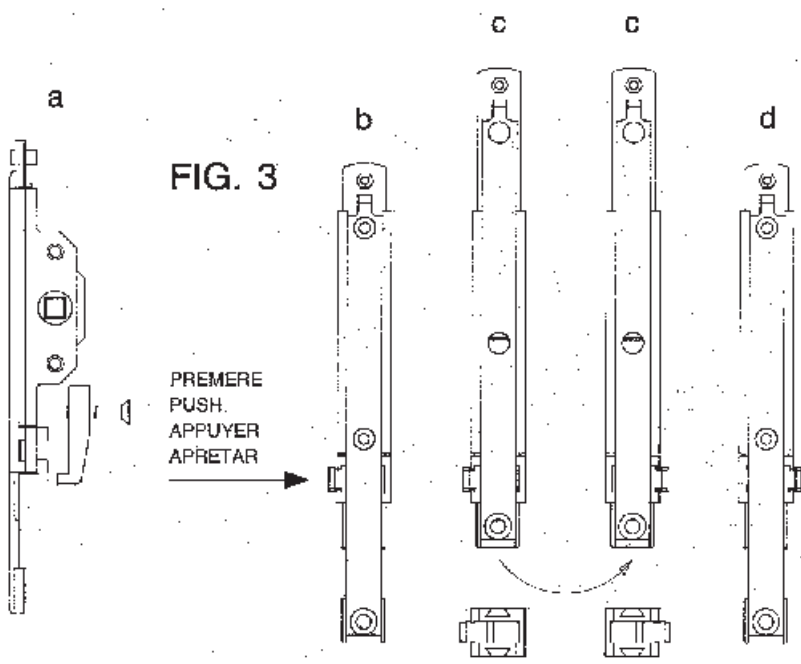

FIG. 3
- 4) Il meccanismo M180 viene fornito montato per aperture destre. È possibile effettuare la reversibilità della mano nel seguente modo: (vedi fig. 3). a) Togliere il supporto falsa manovra svitando la vite autofilettante che lo sostiene. b) Premere lo slittino falsa manovra e far scorrere la parte superiore della movimentazione M180 per tutta la sua corsa. c) Agire sopra il gruppo falsa manovra sfilandolo dall'incastro a coda di rondine, ruotarlo di 180°, quindi reinserirlo nella movimentazione accertandosi di collegarlo al corpo tramite l'incastro. d) Riportare nella posizione iniziale la parte superiore della movimentazione tenendo premuto lo slittino falsa manovra. e) Reinserire il supporto falsa manovra utilizzando la vite che lo sosteneva.
- 4) The M180 mechanism is supplied ready-mounted for right-hand opening. To reverse the direction of opening: (see fig. 3). a) Remove the false manoeuvre support by unscrewing the self-threading screw which holds it in position. b) Press the false manoeuvre catch, and run the upper section of the M180 mechanism the entire length of its travel. c) Force the false manoeuvre unit out of the dovetail, turn it through 180°, then insert it in the mechanism again, making sure that it fixed to the main body by the dovetail. d) Return the upper section of the mechanism to its original position by holding down the false manoeuvre catch. e) Replace the false manoeuvre support using the screw which held it originally.
- 4) Le mécanisme M180 est fourni pour des ouvertures à droite. On peut inverser le sens d'ouverture en effectuant les opérations suivantes: (voir fig. 3): a) Retirer le support de fausse manoeuvre en dévissant la vis-taraudeuse qui le supporte. b) Appuyer sur la dent de fausse manoeuvre et faire coulisser la partie haute du mécanisme M180 jusqu'en fin de course. c) Appuyer sur le groupe de fausse manoeuvre et l'extraire de l'assemblage en queue d'aronde, le tourner de 180° puis l'introduire à nouveau dans le mécanisme et vérifier, s'il est bien fixé au corps au moyen de l'assemblage correspondant. d) Ramener la partie haute du mécanisme sur la position initiale en maintenant appuyée la dent de fausse manoeuvre. e) Introduire le support de fausse manoeuvre en utilisant la vis qui supportait.
- 4) El mecanismo M180 se suministra ya preparado para aperturas hacia la derecha. Es posible cambiar el sentido de apertura siguiendo las instrucciones indicadas a continuación: (ver fig. 3). a) Quitar el mecanismo de falsa maniobra destornillando el tornillo que lo sostiene. b) Apretar el diente de falsa maniobra y hacer deslizar la parte superior del dispositivo M180 a lo largo de toda la carrera disponible. c) Actuar sobre el grupo de falsa maniobra para extraerlo del encaje en forma de cola de milano, girarlo 180° y volver a introducirlo en el dispositivo asegurándose que quede conectado al cuerpo por medio del encaje correspondiente. d) Volver a poner la parte superior del dispositivo en la posición inicial, sin dejar de apretar el diente de falsa maniobra. e) Introducir de nuevo el mecanismo de falsa maniobra utilizando el tornillo que lo sostenía.